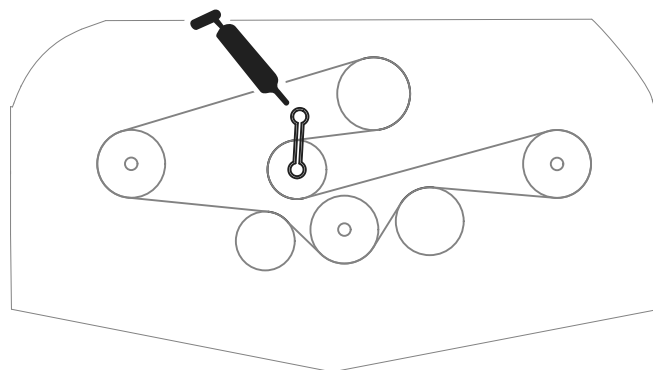

Figure 15
- Roulements d'axe de bras de poulie de tension (Figure 15)